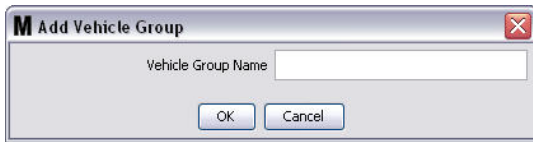

FIG. 152
- Aparecerá el cuadro de texto Agregar grupo de vehículos representado en la FIG. 152. Este cuadro se utiliza para asignar un Nombre de grupo a fin de identificar los vehículos que reúnen bajo un mismo grupo. Haga clic en el botón Aceptar para cerrar el cuadro y guardar el nombre.